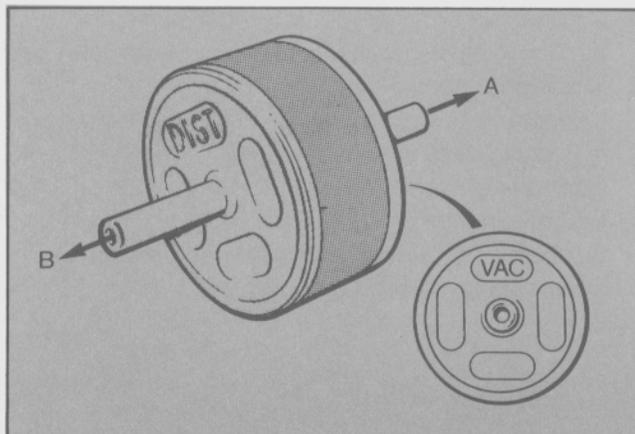

Fig. 40 - Conexiones de la válvula de retención de vacío (V.D.V.)
- Conectar la válvula de retención con el lado "VAC" (blanco) hacia el interruptor de vacío (P.V.S.) y el lado "DIST" (de color) hacia el distribuidor (Fig. 40).